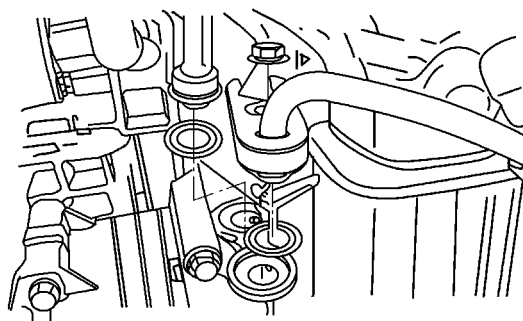

图 5-50 拆下吸入软管总成
5) 按照图 5-50 所示, 从吸气软管管板上拆卸固定螺母, 从压缩机上断开空调器总成插接器管板, 拆下吸入软管总成。